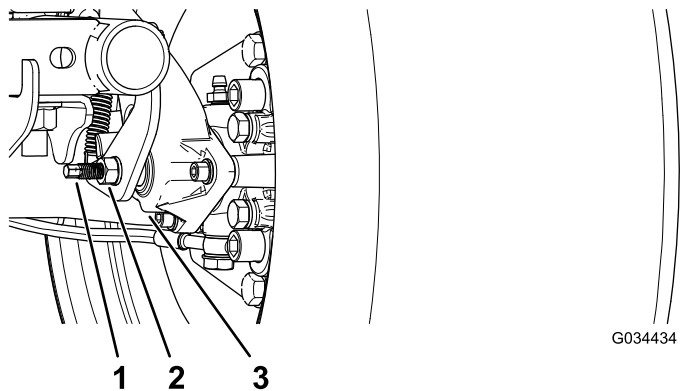

Figura 62
3. Utilizzando 2 chiavi, mantenete fermo il montante di regolazione sulla pinza con una chiave e allentate il controdado di 1/4 di giro con l'altra chiave (Figura 62).
4. Tenendo fermo il montante di regolazione e il controdado, girate il montante di regolazione per serrarlo (Figura 62).
5. Tenendo fermo il montante di regolazione e il controdado, allentate di 1/4 di giro (Figura 62).
6. Tenendo fermo il montante di regolazione e il controdado, serrate il controdado (Figura 62).